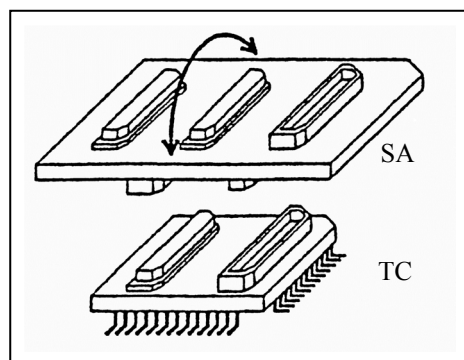

図4-7 抜き差し方法
- ・ソケット類の抜き差しを行う場合、揺らす方向に注意してください（図4-7参照）。
- ・引き抜く際の工具として竹串などをTC, EA間に挿入し図4-7に示した方向に揺らしてゆっくりと引き抜いてください。揺らす方向を間違えるとコネクタが破損しますので、ご注意ください。ドライバなどの金属を使用する場合は、先端に布など柔らかい物を巻きつけてください。